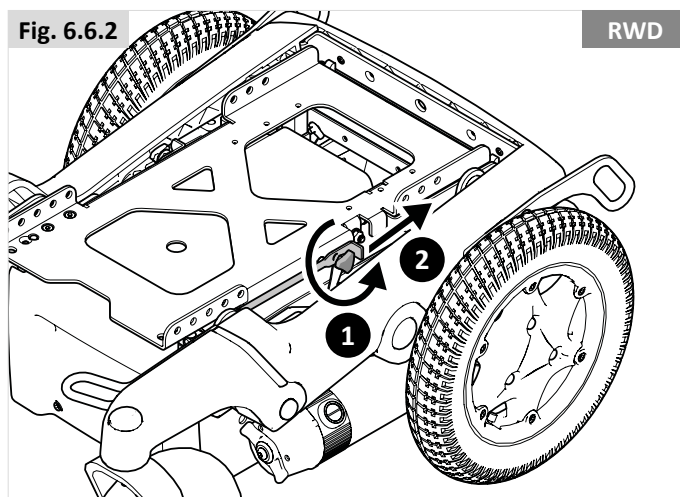

Fig. 6.7
- Vergewissern Sie sich, dass der Sitz mit der Haltestange gesichert ist, bevor Sie loslassen (Fig. 6.7 Frontantrieb - Fig. 6.8 Heckantrieb).